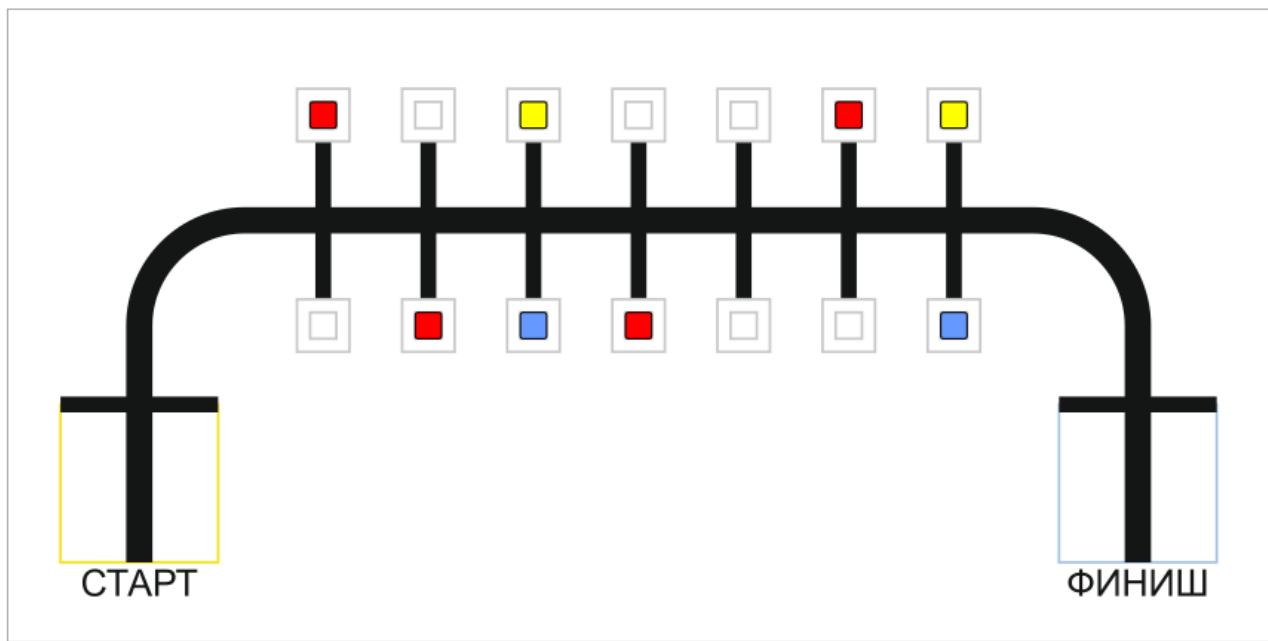

Рис. 1. Пример расположения кубов
- Начинать движение в зоне старта (рис. 1).
- Двигаться по линии с перекрёстками и перемещать кубы с перекрестков справа (по направлению движения от старта) в зону финиша (синие на рис. 1), а слева – в зону старта (желтые на рис. 1).
- Нельзя перемещать кубы, напротив которых на перекрестке не стоит другой куб (красные на рис. 1).